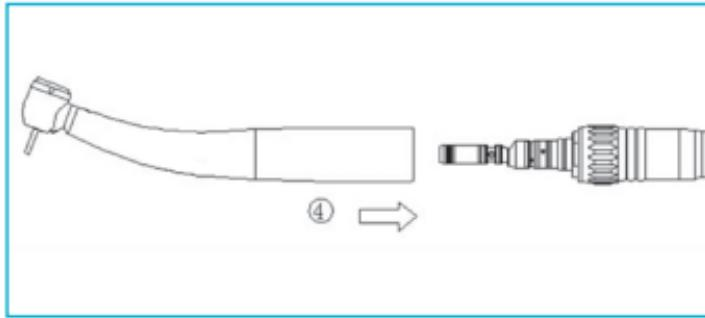

Fig. 6-2
- Serrez le bouchon fileté du cordon turbine avec la clé (livrée avec le dispositif médical). (Fig. 6-2②③).
- Montez le dispositif médical avec précision sur le coupleur à LED jusqu'à ce qu'il se verrouille dans le dispositif médical en émettant un bruit (Fig. 6-2④).